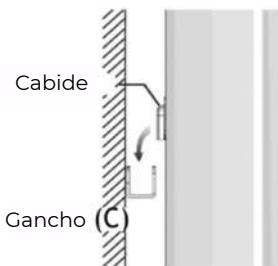

Figura 9
- Pendure o aquecedor nos dois ganchos (C) na parede. Certifique-se de que o aquecedor está corretamente fixado em ambos os ganchos. (Figura 9).